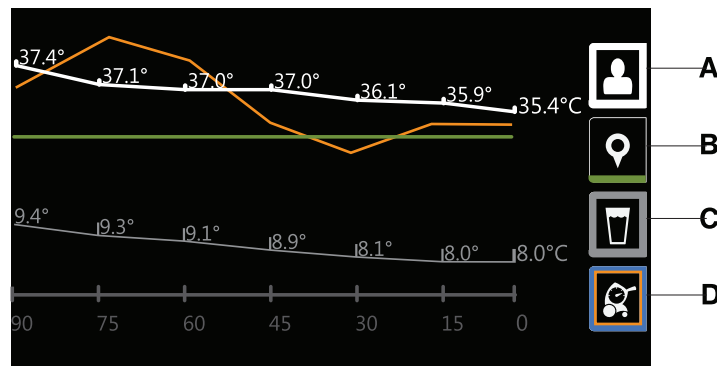

Figura 6-18: Display grafico
- Valore della temperatura centrale del paziente segnalata dalla sonda collegata (A) (Figura 6-18 a pagina 6-35)
- Temperatura target intermedia (B)
- Temperatura acqua (C)
- Livello di autonomia residua (D)